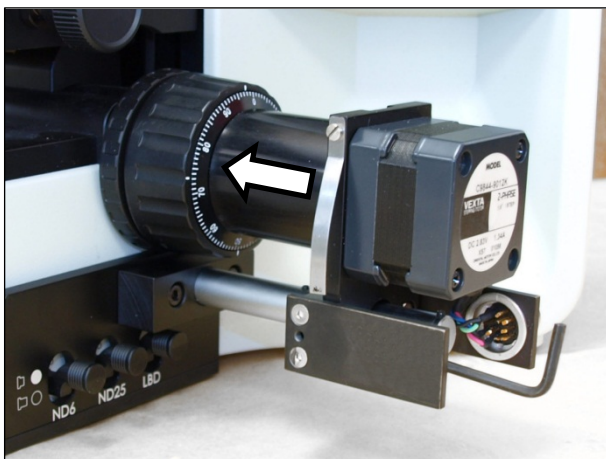

Abb. 8
- ▶ Schieben Sie die Motoreinheit mit der Montagehilfe (4) bis zum Anschlag auf den Trieb des Mikroskops, wie in Abb. 8 dargestellt.